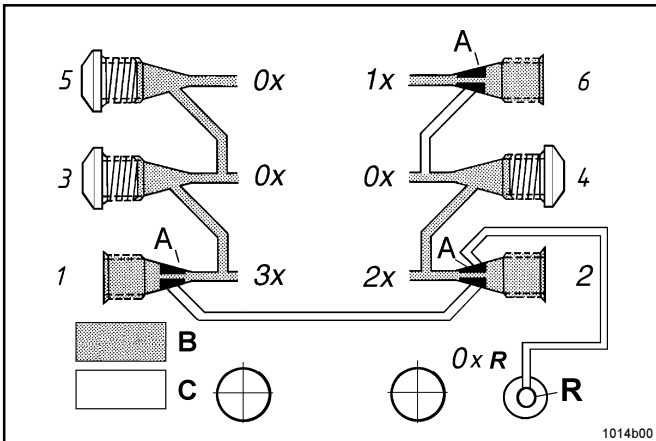

Abb. 1 - Einfache, doppelte und dreifache Auslaßmenge, SSV hinten montiert
* Jede nicht benötigte Auslaßbohrung mit einer Verschlußschraube verschließen, siehe Abb. 1 oder 4.
Wichtig: Wird Auslaß 2 an eine Schmierstelle angeschlossen, darf Auslaß 1 nicht verschlossen werden, siehe Abb. 1.